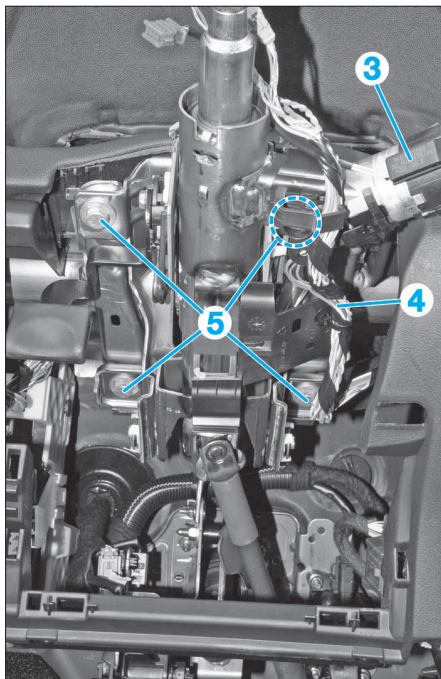

FIG. 5
- Déposer l'antenne transpondeur (3) après avoir soulevé ses pattes (Fig.5).
- Dégager le faisceau (4) de la colonne.
- Déposer les vis de fixation (5) puis la colonne de direction.